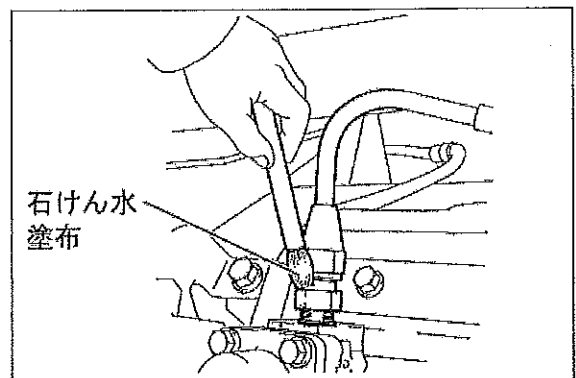

図7
- d. 配管接続部に石けん水を塗布して、燃料漏れがないことを確認する。(図7参照)